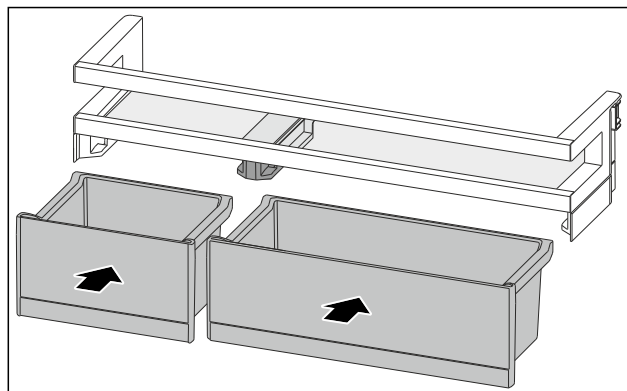

Fig. 116
- VarioBoxen in getauschter Anordnung einsetzen. (siehe Fig. 116)